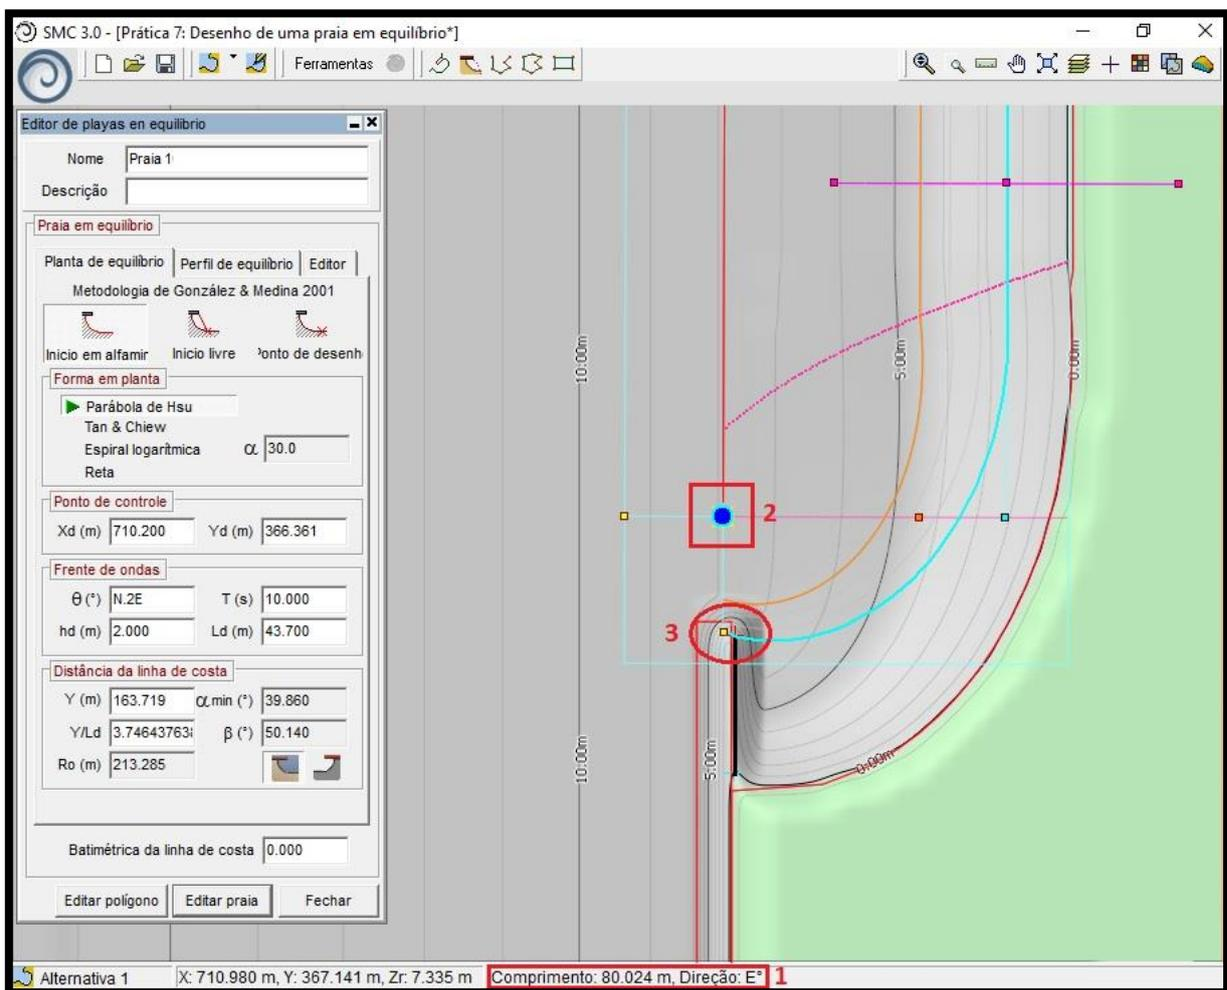

Figura 8 – Nova posição do ponto de difração obtida pelo deslocamento (2).
34) Achar a medida de 80m começando ao lado do quebramar até atingir 80m (Figura 8) (1);
36) Finalmente, clicar sobre o ponto de difração arrastando-o (2) até que a linha de costa (linha azul clara) coincida com o avanço desejado (3) (para isso o editor de praias deve estar aberto).